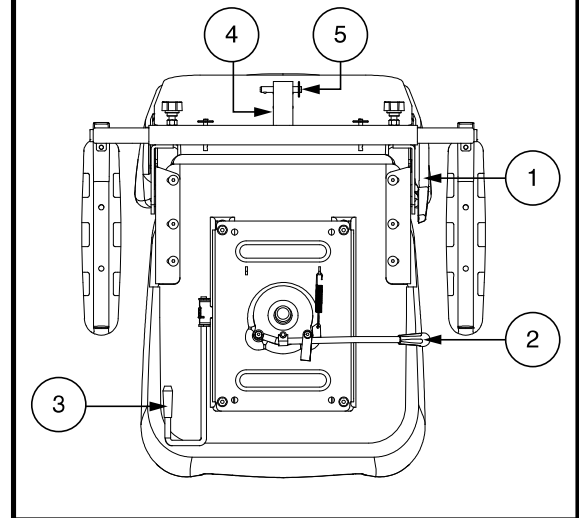

Figure 20. Réglage du siège – Style B
Si votre scooter est équipé d'un siège à dossier inclinable, vous pouvez changer l'inclinaison du dossier avec le levier de réglage du dossier. **Voir la figure 20.**
1. Déplacez le levier coulissant du siège (situé sur le côté inférieur gauche du siège) vers l'extérieur. **Voir la figure 20.**
Élevez ou abaissez l'inclinaison des accoudoirs en tournant la réglage sous l'accoudoir. **Voir la figure 20.**
Le support d'accessoire monté à l'arrière vous permet d'attacher un accessoire personnel comme un panier, support pour marchette ou réservoir d'oxygène à l'arrière de votre scooter. Utiliser la goupille de verrouillage afin de bien fixer votre article au support d'accessoire. **Voir la figure 20.** Consultez votre marchand autorisé pour plus de détails.